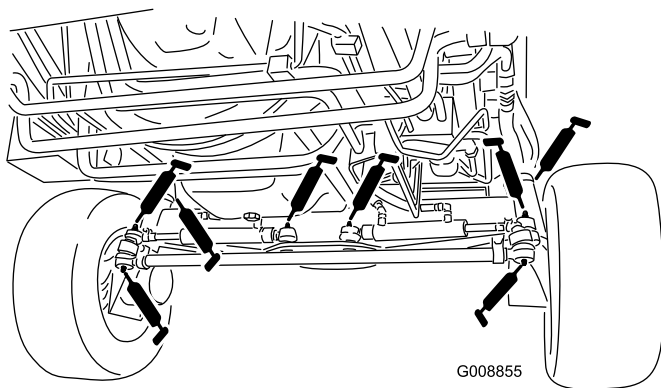

Bild 47
- Lenkzylinder-Kugelgelenke (4) (Bild 47)
- Zugstange-Kugelgelenke (2) (Bild 47)
- Achsschenkelbolzen (2) (Bild 47)